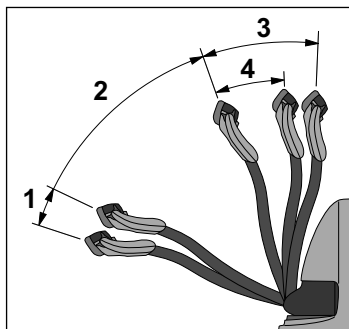

Fig. 18 Styrehåndtagets positioner
Krybefunktionszonen 4 (se fig. 18) er en driftstilstand med stærkt nedsat kørehastighed. Dette gør, at du kan manøvrere sikkert og præcist under trange forhold.
1. Hold styrehåndtaget lodret (zone **4** på fig. 18).